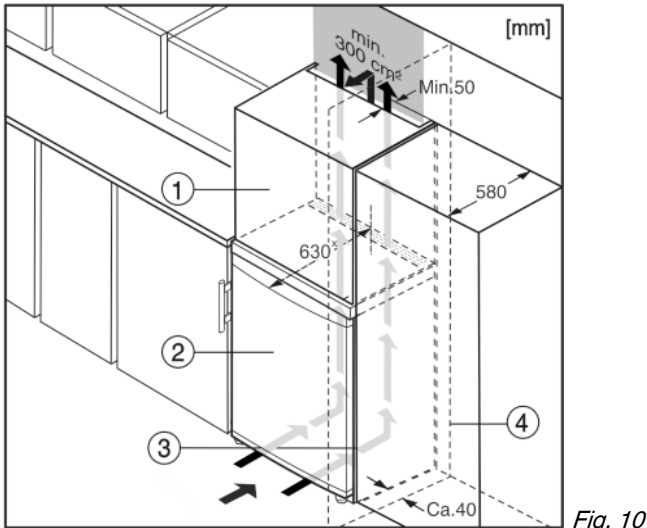

Fig. 10
Het apparaat Fig. 10 (2) kan worden ingebouwd in de keuken. Om het apparaat aan de hoogte van het keukenblok aan te passen, kunt u er een passende opbouwkast Fig. 10 (1) op plaatsen.
Bij een ombouw met keukenkasten (diepte max. 580 mm) kan het apparaat direct naast de keukenkast Fig. 10 (3) worden geplaatst. Het apparaat steekt aan de zijkant 34 mm^x en in het midden 50 mm^x uit ten opzichte van het keukenkastfront.
Plaats u het apparaat met de scharnierkant naast een muur Fig. 10 (4), dan moet de afstand tussen apparaat en muur minstens 40 mm bedragen. Dit in verband met het uitsteken van de deurgreep bij een geopende deur.